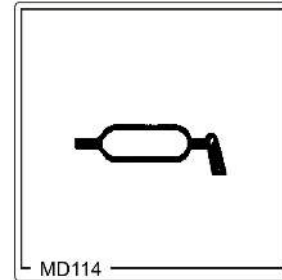

Рис. 123
4. Открутите барашковые гайки (Рис. 123/1) и снимите с распределительной головки прозрачную пластиковую крышку (Рис. 123/2).
6. Установите пластиковую крышку (Рис. 123/2).
7. Закрепите пластиковую крышку при помощи барашковых гаек (Рис. 123/1).